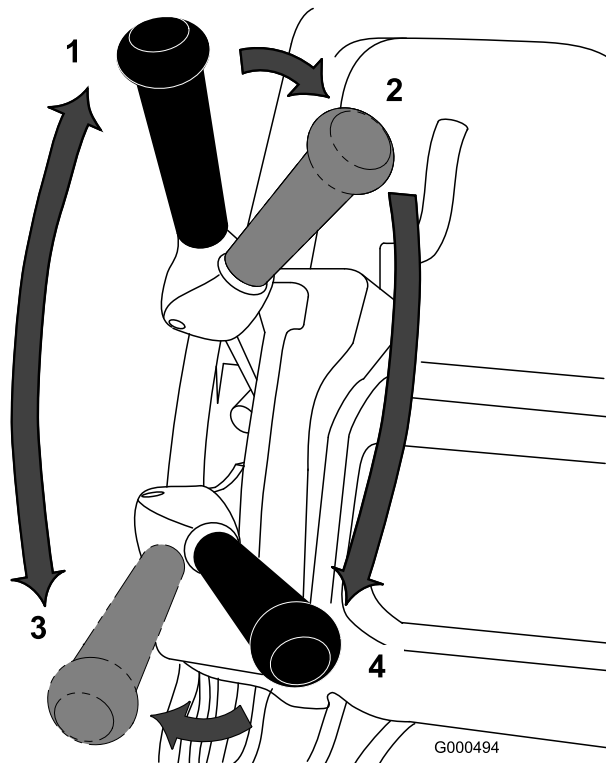

图35
2. 确保牵引杆和滚刀驱动控制杆处于空档位置请参阅图35。
1. 启动机器将速度控制杆设为零位置向下推动手柄以提起滚刀组压低操作员到位控制装置将牵引杆移至前进位置图35缓慢增加速度控制设置使机器行驶到果岭的环圈上。
3. 将牵引控制杆移至空档位置然后将该控制杆向左前方移至牵引——前进和滚刀驱动——接合位置图35。